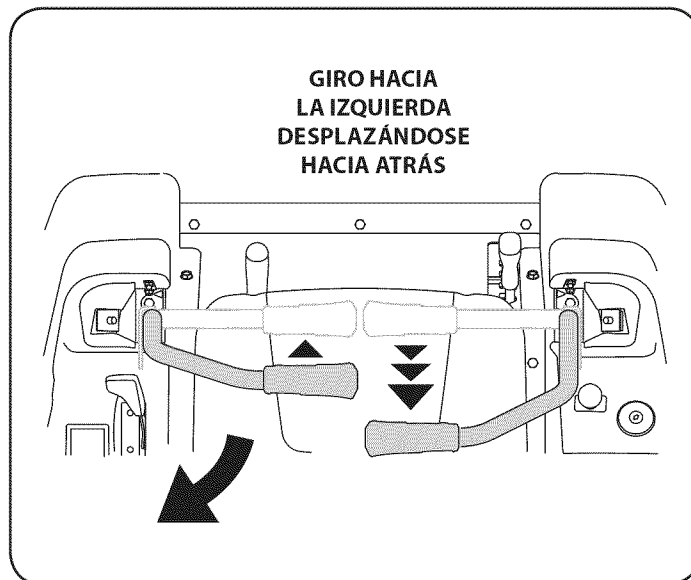

Figura 18
1. Para girar a la izquierda mientras se desplaza marcha atrás, mueva la palanca de control del lado izquierdo hacia adelante respecto de la palanca derecha. Vea la Figura 18.